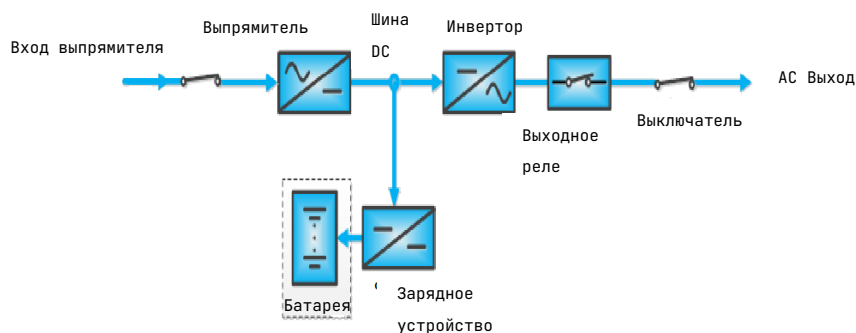

Рисунок 6-5 Диаграмма работы ИБП в режиме онлайн. Питание от батареи
2. Нажмите и удерживайте около 8 секунд кнопку Холодного запуска на панели управления ИБП (см. Рисунок 6-5). В это время запускается сенсорный экран, а индикатор батареи (BAT) на панели силового модуля начинает мигать зеленым цветом. Примерно через 30 секунд выпрямитель запустится, а индикатор батареи перестанет мигать и загорится зеленым цветом.